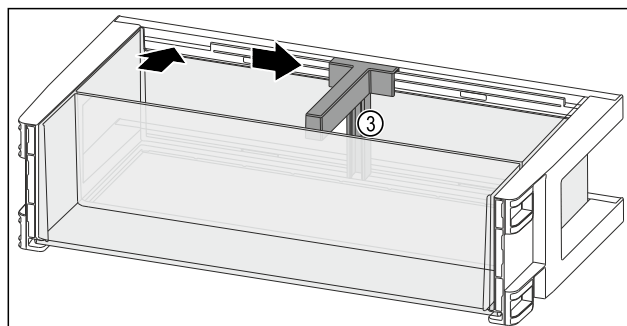

Fig. 145
- Inserire il fermabottiglie Fig. 145 (3) nell'incavo.
- Fare scorrere il fermabottiglie Fig. 145 (3) lateralmente alla posizione desiderata.